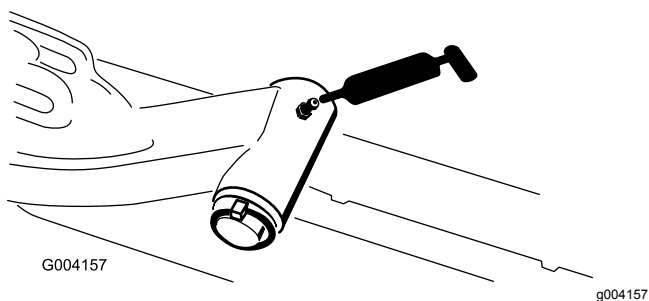

Bild 50
- Hubarmgelenkwelle (1 Stück) (**Bild 50**)